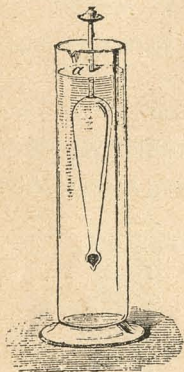

Fig. 36.—Areómetro de Fahrenheit
*Método del areómetro de Fahrenheit* (fig. 36).—Este instrumento se compone de un cilindro ó de un cono alargado de vidrio que termina abajo en una bola llena de mercurio y arriba en una varilla que sostiene un platillo.